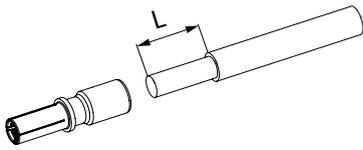
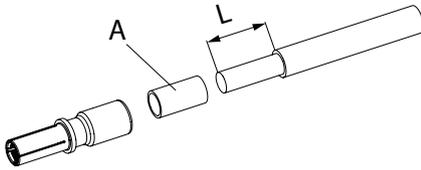

Abb. 28:
Abb. 29:
2. Kabel für die Hauptkontakte - je nach Baureihe und Kabelquerschnitt - auf Länge L abisolieren, wie in nachstehender Tabelle angegeben (**Abb. 28**). Falls eine Reduzierung des Anschlussquerschnitts erforderlich ist, Reduzierhülse (A) verwenden (**Abb. 29**).